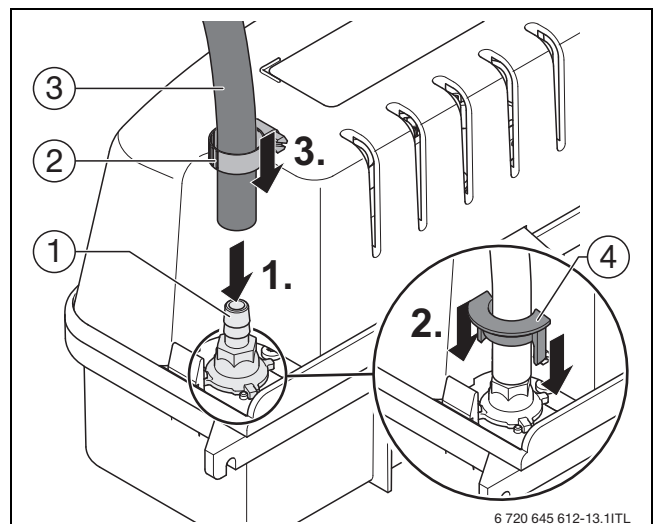
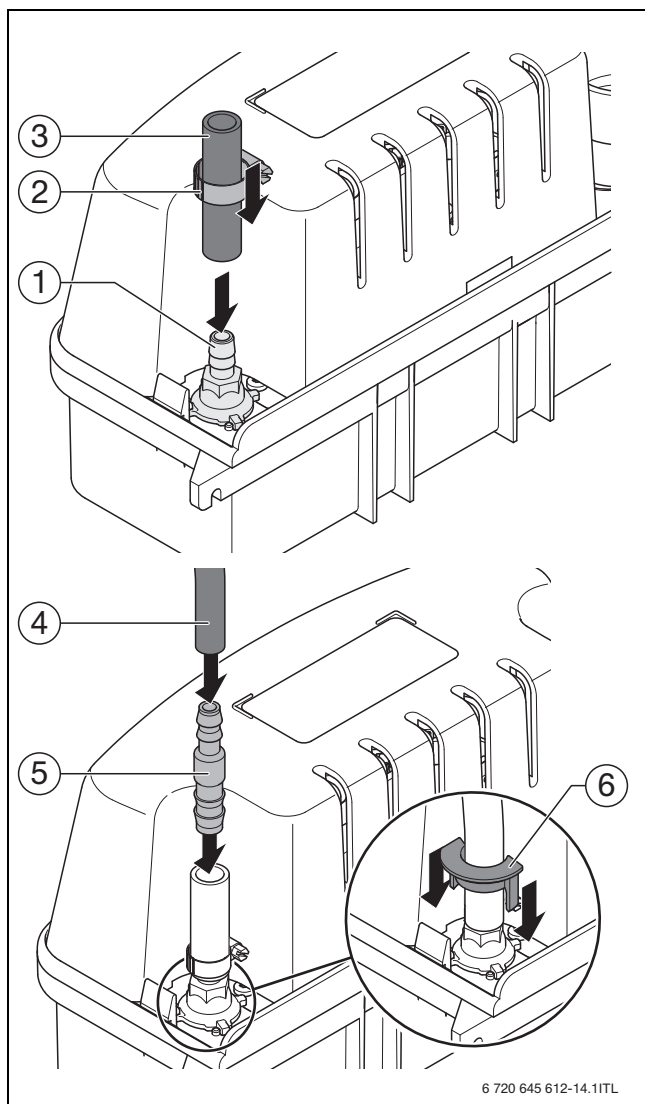
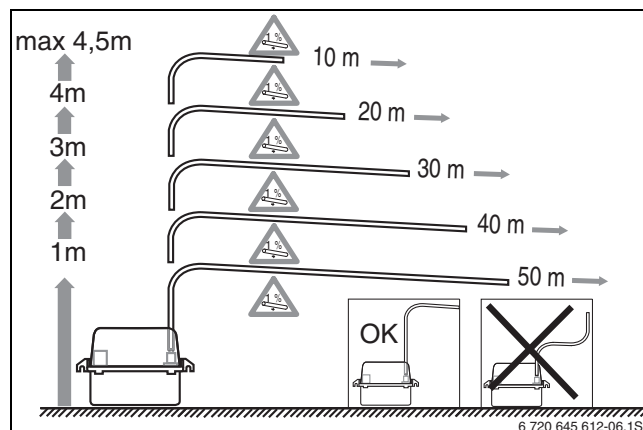

Fig. 8 Montaggio del flessibile di scarico
Fig. 9 Montaggio del flessibile di scarico con l'adattatore
Fig. 10 Montaggio del flessibile di scarico
- Osservare una prevalenza massima di 4,5 m (→ fig. 3 e fig. 10).
- Attenersi al corretto posizionamento del flessibile con un'inclinazione di 1 % (→ fig. 10).
- Con diversi diametri dei flessibili utilizzare l'adattatore (→ fig. 9).
- Osservare la fig. 3, fig. 8, fig. 9 e fig. 10.